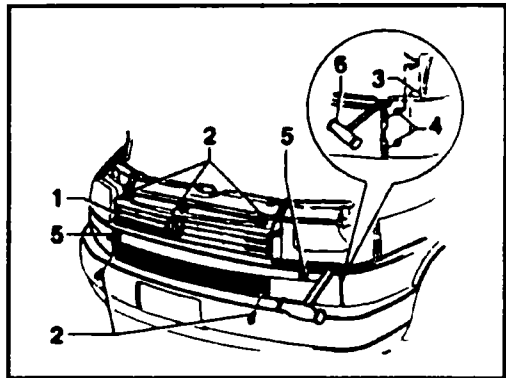

Рис. 10.2 Крепление решеток радиатора - модели с 1994 по 1996г.
- ◆ Отверните винты (2, см. рис. 10.2).
- ◆ С левой и с правой стороны снимите решетку радиатора (1) вместе с декоративной рамой с Т-образных пальцев, откиньте решетку вперед вверх и выньте из отверстий вниз. Если при этом будут повреждены пистоны (4), то при установке замените их.